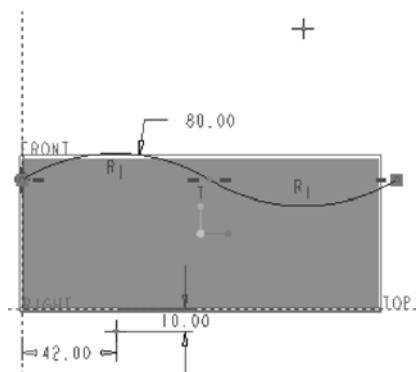

图 6-57 绘制扫描轮廓
- 6 单击“草绘视图”按钮，定向草绘平面使其与屏幕平行。接着绘制如图 6-57 所示的圆弧，单击“确定”按钮，完成草绘并退出草绘模式。